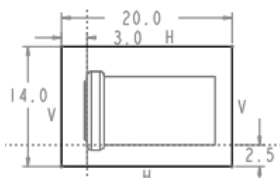

图 9.6 截面草图
(1) 选择命令。单击 **模具** 功能选项卡 **形状** 区域中的  按钮。
(2) 创建实体拉伸特征。
① 选取拉伸类型。在出现的操控板中, 确认“实体”类型按钮被按下。
② 定义草绘截面放置属性。在绘图区中右击, 从弹出的快捷菜单中选择 **定义内部草绘...** 命令。系统弹出“草绘”对话框, 然后选择参考模型 **MOLD_FRONT** 基准平面作为草绘平面, 草绘平面的参考平面为 **MAIN_PARTING_PLN** 基准平面, 方位为 **左**, 然后单击 **草绘** 按钮, 至此系统进入截面草绘环境。
③ 进入截面草绘环境后, 系统弹出“参考”对话框, 选取 **MOLD_RIGHT** 基准平面和 **MAIN_PARTING_PLN** 基准平面为草绘参考, 然后单击 **关闭(C)** 按钮, 绘制图 9.6 所示的截面草图。完成特征截面的绘制后, 单击“草绘”操控板中的“确定”按钮。
④ 选取深度类型并输入深度值。在操控板中单击 **选项** 按钮，从系统弹出的界面中选取侧 1 的深度类型 **盲孔**，再在深度文本框中输入深度值 15.0，并按 **Enter** 键；然后选取侧 2 的深度类型 **盲孔**，再在深度文本框中输入深度值 3.0，并按 **Enter** 键。